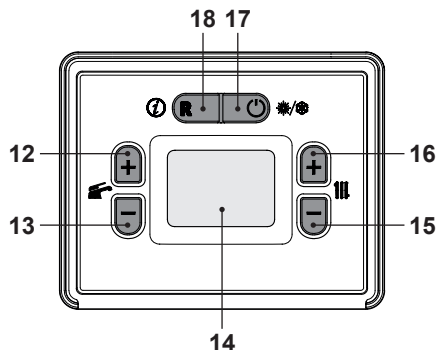

Figura 2.5
- Premere il tasto 17 fino a far apparire sul display il simbolo  Figura 2.5.
La temperatura dell'acqua calda di mandata riscaldamento è regolabile agendo sui tasti 15 (diminuzione) e 16 (aumento) (Figura 2.5) da un minimo di circa 25°C ad un massimo di circa 85°C o da un minimo di circa 50°C ad un massimo 80°C o da un minimo di circa 25°C ad un massimo 55°C (vedere "Selezione del set temperatura riscaldamento" a pag. 53). Alla prima pressione di uno dei due tasti si ha la visualizzazione del valore di "set", alla seconda pressione si accede alla modifica.
Comunque se la temperatura ambiente non dovesse essere confortevole si può aumentare o diminuire la temperatura di mandata dell'impianto riscaldamento di  $\pm 15^{\circ}\text{C}$  agendo sui tasti 15 (diminuzione) e 16 (aumento) (Figura 2.5).
La temperatura dell'acqua calda sanitaria è regolabile agendo sui tasti 12 (aumento) e 13 (diminuzione) (Figura 2.5) da un minimo di circa  $30^{\circ}\text{C}$  ad un massimo di circa  $60^{\circ}\text{C}$ . Alla prima pressione di uno dei due tasti si ha la visualizzazione del valore di "set", alla seconda pressione si accede alla modifica.